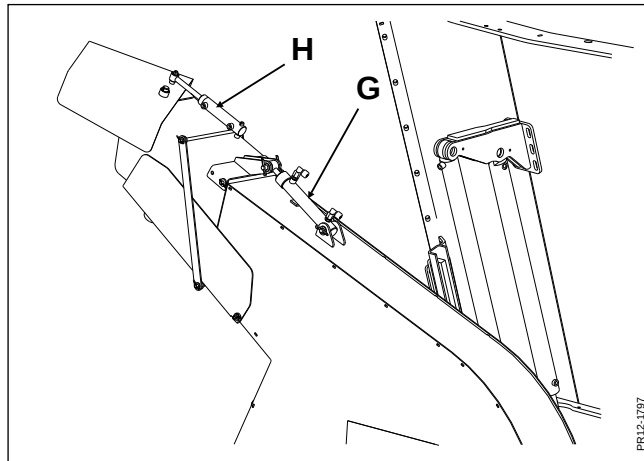

Abb. 2-7
3) Einstellung des Auswurfrohrs erfolgt mit dem Joystick (5).
Abb. 2-7 Um den Zylinder (G) zu betätigen, wird der Joystick nach oben oder unten bewegt. Um den Zylinder (H) (Zusatzausrüstung) zu betätigen, wird der Joystick nach rechts oder links bewegt.